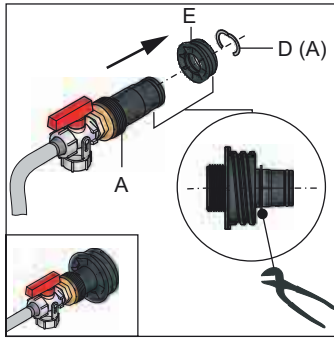

Bild 6-3 KFE-Befüllanschluss komplettieren
- **KFE-Befüllanschluss** in Gewindestück (Bild 6-3, Pos.E) einstecken und mit Klemmstück (Bild 6-3, Pos.D) sichern.